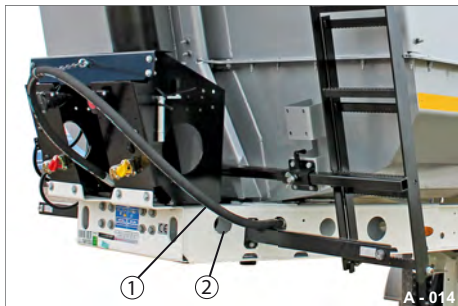

Abb. 17 Hydraulik-Leitung geparkt
- ▶ Parken Sie den Leitungsanschluss (Abb. 17/1) sicher vor Herunterfallen/ Beschädigungen an der Anschlusskonsole oder in der Fahrgestell-Lochung (Abb. 17/2).